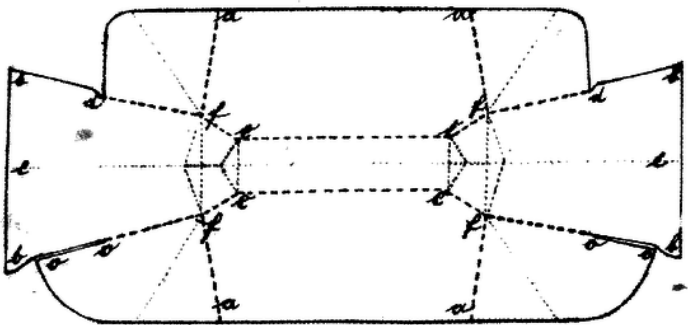

Fig. 1
**Rückengestell mit Zubehör für Seebatalillone.** Unsere heutige Abbildung stellt uns ein Rückengestell dar (Ersatz für Tornister). Die ganze Garnitur, das heisst, was Lederzeug anbelangt, wird aus angebräuntem Leder hergestellt. Die Grösse des Rückengestells (Fig. 1) ist verschieden und schwankt zwischen 39 und 44 Zentimeter. Die Breite bleibt sich jedoch immer gleich, und zwar 34 Zentimeter. Nachdem man sich die beiden Stück Leder je nach Grösse geschnitten hat, klebe man oben innen an beiden Teilen Transparentbelag ein, um die nötige Steife zur Tragvorrichtung herzustellen. Diese Tragvorrichtung ist die gleiche wie beim Infanterietornister. Alsdann nähe man an dem oberen Teil alle Schlaufen innen fest, bis auf die vier in der Mitte. Dann ebenfalls diese beiden Struppen, welche zum Schutze des Gepäcksackes dienen.
Sämtliche Schlaufen sowie die Struppen werden, nachdem sie aufgenäht sind, noch aufgenietet. Nachdem werden beide Teile zusammengenäht (Maschiennäht), mit Ausnahme von oben und unten. An den beiden Seitenkanten müssen Ködereinlagen mitgenäht werden. Es wird nun der Holzrahmen eingeschoben, welcher so geformt ist, wie Fig. 1 darstellt. Man niese dann die vier Haken fest, schiebe oben den dazu gehörigen Holzkeil ein und nähe oben und unten zu (Handnäht). Dann werden die vier mittleren Schlaufen aufgenäht und genietet. Ist dies alles geschehen, so wird der Rahmen aufgeputzt. Das dazu verschiebbare Kissen ist 28 1/2 Zentimeter lang und 7 1/2 Zentimeter breit. Es ist ebenfalls mit der Maschine genäht und wird mit Wolle ausgefüllt. Nachdem die beiden Struppen am unteren Teil angenietet sind (Fig. 1a), wird das Kissen, wie Fig. 1b zeigt, eingezogen und am Rahmen unten dann festgenäht.
Fig. 1 zeigt uns das Hauptteil; die - - - - Linien stellen die Aussenbrüche, die ..... Linien die Innenbrüche vor. Der Werdegang einer solchen Tasche ist wie folgt:
Das Hauptteil, Fig. 1, muss ringsherum zirka 3/4 Zentimeter, zwecks Einschlags, grösser sein. Die Backen a b, der Boden c und der Einschlag wird ausgeschärft, so dass die Felder a f c f a in ihrer natürlichen Dicke verbleiben und gekleistert werden müssen. Die Backen a f c f a b b
Die hintere Tasche wird erst, Fig. 1 unten, an der Kante von o bis o eingeschritten, das Bügelteil mit dem Taschenfutter aufgesetzt und von o bis o eingeschlagen. Jetzt wird das Bügelfutter, an dem eine Strupp-tasche angebracht ist, nach einem Modell der Fig. 1 a f c l a geschnitten, an den Kanten der Bügelfalte rundherum mit Leim angeschmiert und eingeklebt. Nachdem noch die Klappe an der Bügelfalte a a, hintere Ansicht, angestept ist, wird die Tasche aufgestellt und an den Kanten a l (Fig. 1) soweit als die Maschine es zulässt, zusammengestept, worauf der Bügel angeschlagen wird. Dann werden die Schlosser angebracht, die Schlossteile an der oberen Kante mit dem bisher lose gebliebenen Moiré angeklebt, die Kanten a a eingeschlagen und die Schlossoberteile angemacht. — Der Tariflohn stellt sich auf 25.50 Mk. per Dutzend. Ist der Boden anstatt sechs- viereckig, so beträgt der Lohn 24 Mk., wozu noch die am 1. Juli dieses Jahres bewilligten 5 Proz. kommen. Dieser Lohn ist in Anbetracht der Schwierigen, auf den ersten Blick nicht fest-zustellenden Arbeitsleistung durchaus nicht als zu hoch zu bezeichnen.